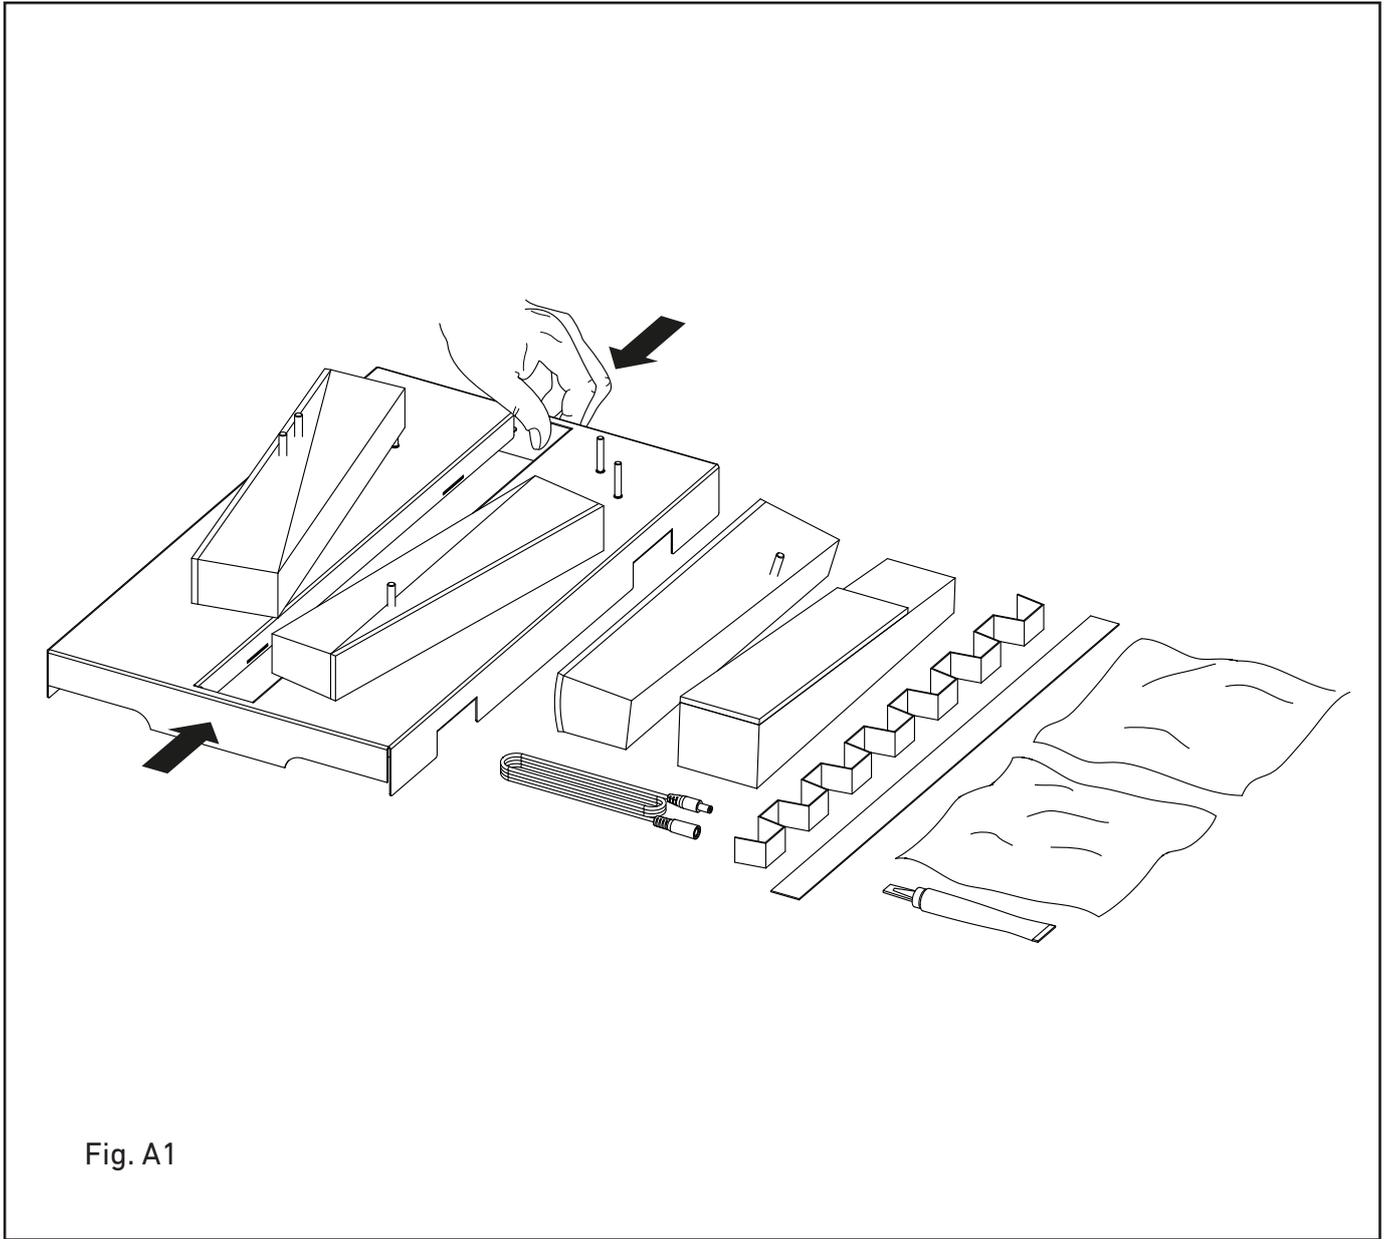

Fig. A1
3. Heben Sie das Scheitholzbett sorgfältig aus der Verpackung. WARNUNG: Das Scheitholzbett wiegt 5 Kilogramm. Greifen Sie das Scheitholzbett an den kurzen Seiten in der Mitte (Fig. A1).